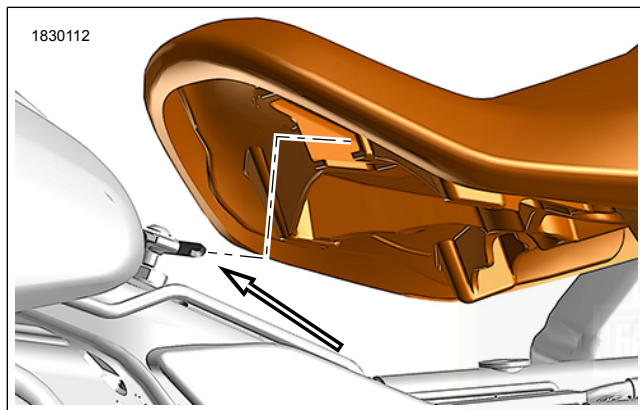

Abbildung 121. Sitzzunge
1. Siehe Abbildung 121. Den Schlitz im Sitz an der Sitzzunge ausrichten. Während des Absenkens den Sitz nach vorn drücken, bis der Sitz einrastet.